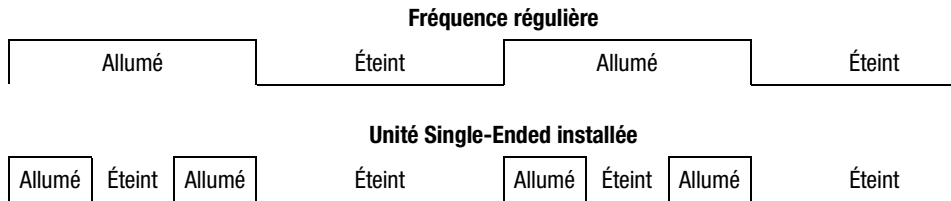

Figure 4-4. Indications du voyant d'EMU
Lorsque le voyant vert ❶ clignote lentement, l'EMU est opérationnelle. Si le voyant est allumé ou éteint, un problème interne se produit. Lorsque le voyant clignote rapidement, l'EMU est opérationnelle et une unité Single-Ended est installée dans le Tape Array (voir Figure 4-4).
Le voyant vert d'état de l'EMU indique l'état de l'EMU et identifie les types d'unités, LVD ou Single-Ended. Ce voyant clignote à deux fréquences différentes (voir Figure 4-4).
<input type="radio"/>	Lorsque le voyant clignote une fois par seconde (voir fréquence régulière à la Figure 4-4), l'EMU et le Tape Array sont tous deux opérationnels.
<input type="radio"/>	Lorsque le voyant clignote deux fois par seconde (voir unité Single-Ended à la Figure 4-4), l'EMU et le Tape Array sont opérationnels mais une unité Single-Ended est installée.